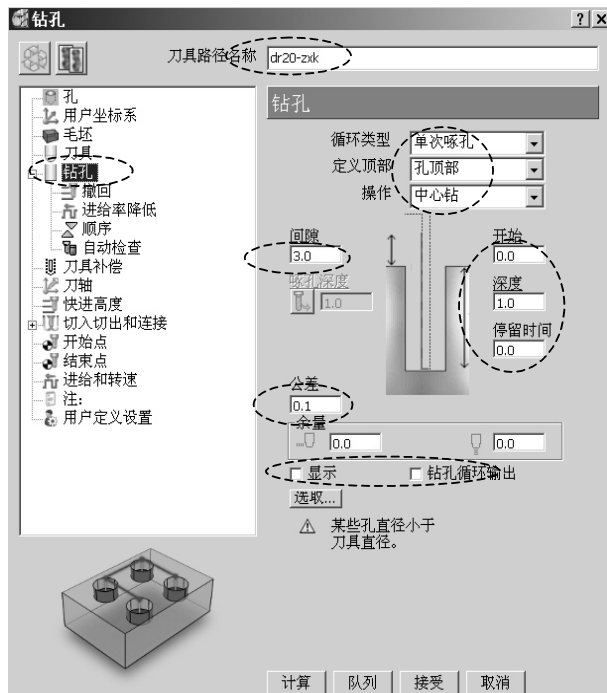

图 10-110 设置打中心孔参数
2) 计算打中心孔刀具路径: 在 PowerMILL 综合工具栏中, 单击刀具路径策略按钮, 打开“策略选取器”对话框, 单击“钻孔”选项卡, 切换到钻孔策略界面, 选择“钻孔”策略, 单击“接受”按钮, 打开“钻孔”表格, 按图 10-110 所示设置钻孔参数。